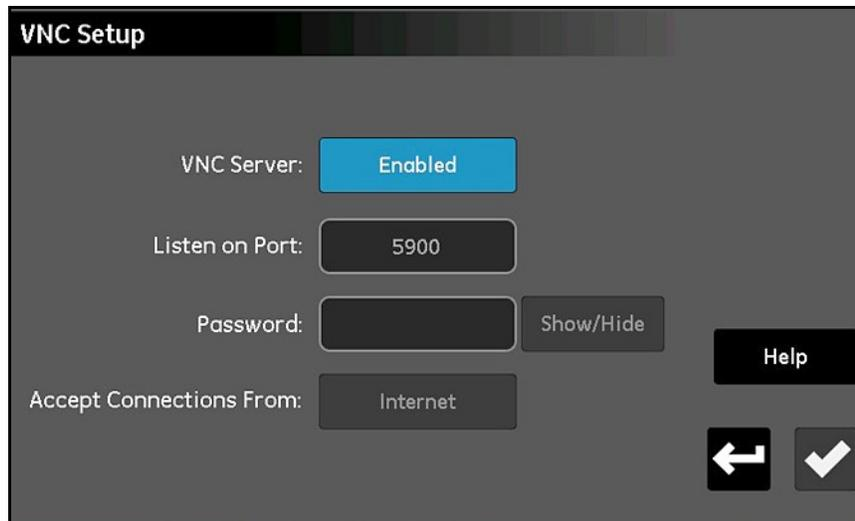

Рис. 72: Экран настройки VNC
1. На экране *Configuration Menu (Меню настройки)* (см. Рис. 52 на стр. 55) нажмите кнопку **VNC**, при этом должен открыться экран *VNC Setup (Настройка VNC)*, аналогичный представленному на Рис. 72 ниже.